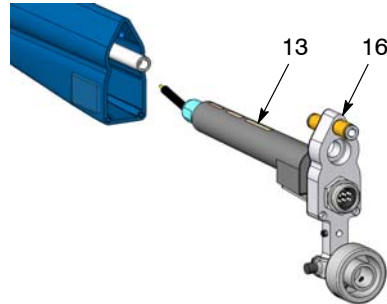

Figura 30 Demontarea multiplicatorului din carcasă
2. A se vedea Figura 30. Trageți din carcasă radiatorul (16) cu multiplicatorul (13) atașat.